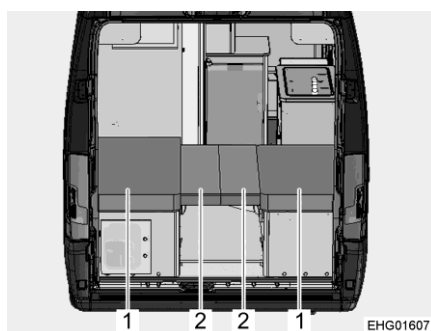

Fig. 66 Dopo la trasformazione
- Posare i due cuscini del divano (Fig. 66,1) sulle dinette e i due cuscini dello schienale (Fig. 66,2) sulla base estraibile del telaio portamaterasso.